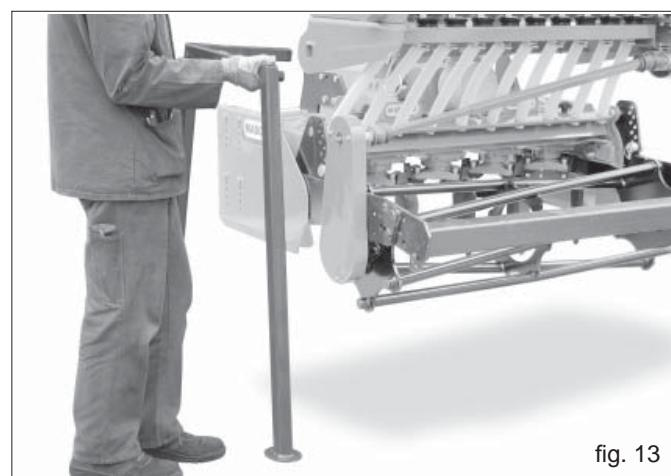

fig. 13
- 8) Scoateți picioarele de sprijin (Fig. 13).